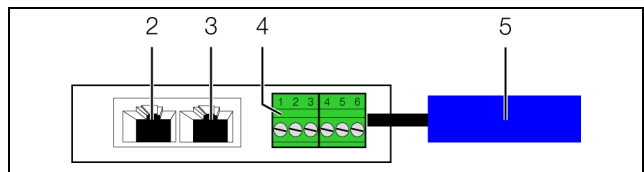

Abb. 11: Rückseite des Luftstromsensors
- Schließen Sie die vier farblich kodierte Adern des Sensorfühlerkabels folgendermaßen an den Pins der Universal-Schnittstelle an (Abb. 11, Pos. 4).
- Verbinden Sie den Luftstromsensor über ein CAN-Bus-Verbindungskabel mit einer CAN-Bus-Schnittstelle der CMC III Processing Unit bzw. der benachbarten Komponente im CAN-Bus (Abb. 11, Pos. 2)
- Schließen Sie ggf. an der zweiten, freien CAN-Bus-Schnittstelle des Luftstromsensors (Abb. 11, Pos. 3) eine weitere Komponente an (z. B. einen anderen Sensortyp).